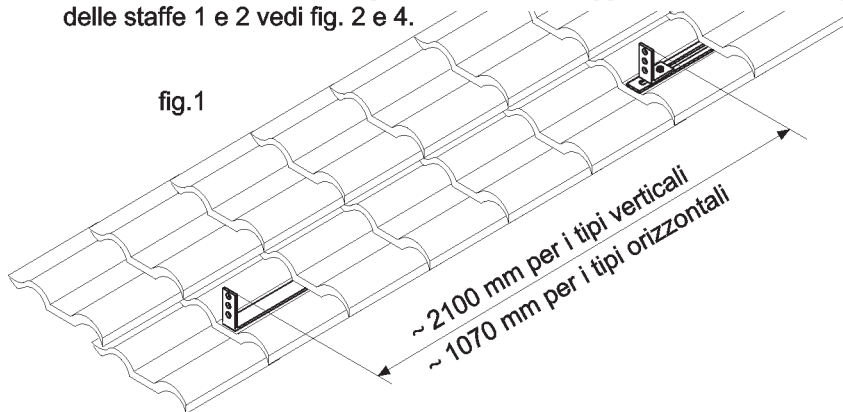
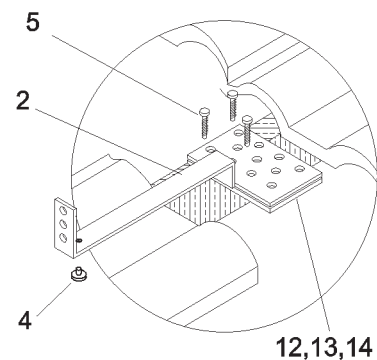
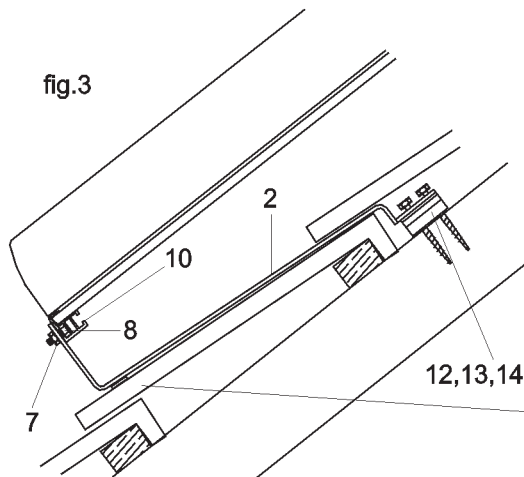

fig.1
fig.2
fig.3
3. Forare Ø 14 la tegola per la vite e la guarnizione (Attenzione forare sempre nella parte alta della tegola fig. 1). Per il tetto di calcestruzzo forare un foro Ø 14 nella copertura e inserire i tasselli nel foro (per il fissaggio si consiglia di usare dei tasselli ad espansione Ø 14 o tappi chimici), per tetto di legno forare Ø 10 (Attenzione! Fissare sempre alle travi e non al tavolato). Effettuare questo lavoro per tutti i punti di fissaggio.
4. Inserire la vite nel tassello o foro e avvitare fino che tutta la lunghezza filettata della vite sia dentro il tassello o in legno. Posare la guarnizione pos. 6 nel foro della tegola e inserire con rondella pos. 4 e due dadi pos. 2. In seguito viene avvitato un dado pos. 2 su cui appoggiare la rondella grande pos. 5, che servono per sostegno del supporto. Distanza tra i dadi varia a seconda della copertura valore standard ca. 30 mm.
8. Montaggio dei collettori: inserire i collettori nel profilato inferiore (1) il profilato superiore viene inserito senza fissarlo. Unire insieme i collettori utilizzando i raccordi nella parte superiore con le chiavi da 38 e 27
1. Stabilire il posto per il montaggio dei pannelli solari. Sollevare le tegole, al posto stabilito per fissare le staffe 1 e 2 in una distanza tra loro vedi fig. 1. Prima del fissaggio inserire i tappi di gomma 4 nell'apposito foro nella parte inferiore delle staffe 1 e 2 vedi fig. 2 e 4.
2. Montaggio della staffa inferiore fig.2: Fissare la staffa inferiore con le viti a esagono 5 nella parte bassa della tegola, per il tetto di calcestruzzo si devono prendere dei tasselli ad espansione (non sono inclusi nella consegna). Il tappo di gomma 4 deve essere situato ad un posto dove le tegole sono sovrapposte fig. 3. Tramite le piastrine di distanza (12, 13,14) si può adeguare l'altezza della staffa a quella della tegola. Attenzione! Si devono usare sempre piastrine diverse in oltre caso non saranno sufficienti. Nello stesso modo montare tutte le staffe inferiori.
4. Montaggio dei profilati fig. 3:
5. Montaggio dei pannelli fig.3: